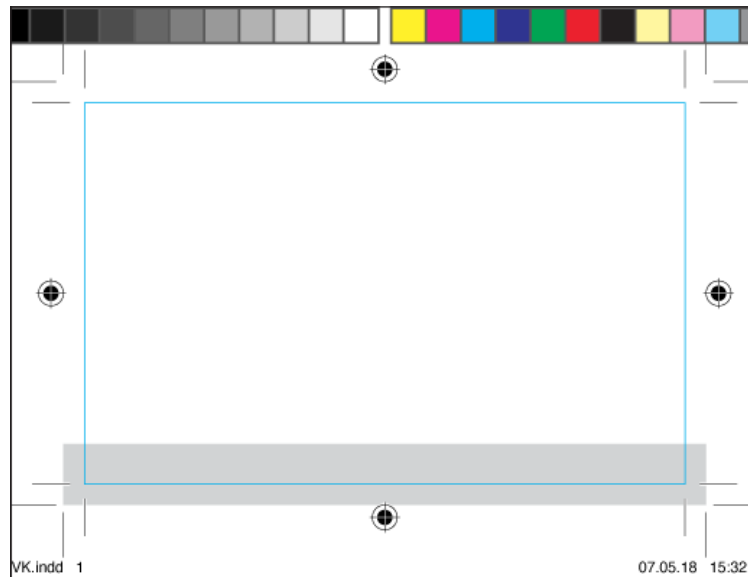

Abbildung 1: Beispiel einer PDF/X-4
16. Welche Informationen müssen zwingend in einem PDF/X-4-Dokument enthalten sein? Markieren Sie die Pflichtinformationen in Abbildung 1!